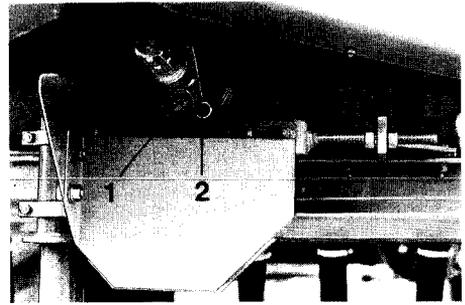

Fig.96
- Streuschnecke mit dem Antrieb verbinden. Neben dem Gelenkwellenanschluß der Gelenkwelle zum Schlepper ist der Bolzen (Fig. 96/1) einzuschieben und mit einem Federstecker (Fig. 96/2) abzustecken.